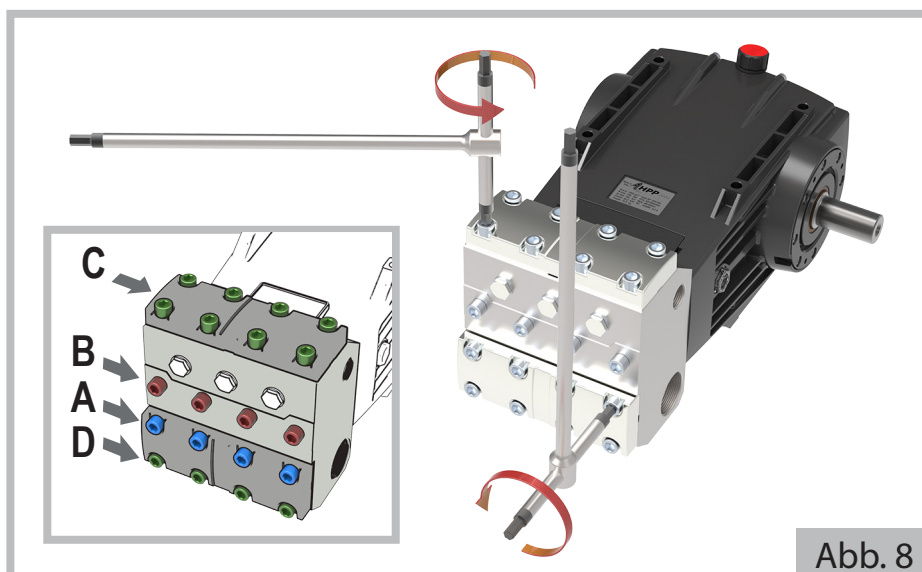

Abb. 8
- a) Die beiden Ventilstopfen (1) vom Kopf (3) abmontieren, indem die Schrauben **A-C-D** (siehe Detail Abbildung 8) mit einem 12 mm-Inbusschlüssel losgeschraubt werden, wobei man sich an das folgende Verfahren zu halten hat:
- die beiden Ventilstopfen (1) entfernen